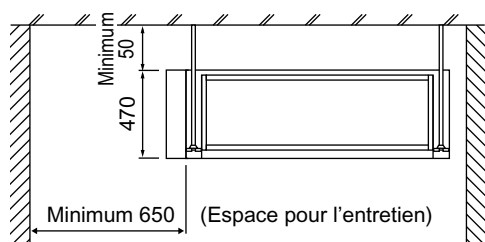

Fig. 1 (longueur : mm)
- Où un espace suffisant pour l'entretien et les réparations est assuré. **(Reportez-vous à la Fig. 1)**